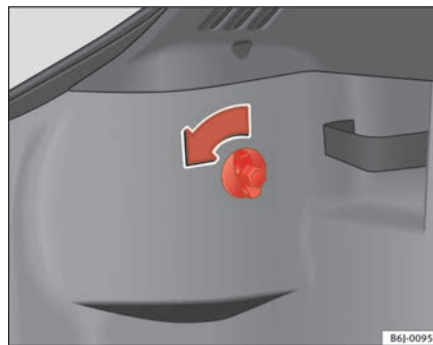

Abb. 156 Zugang zu den Rückleuchten
- Drehen Sie die Schraube von Hand oder mit einem Schraubendreher in Richtung des Pfeils ⇒ Abb. 156. ▶